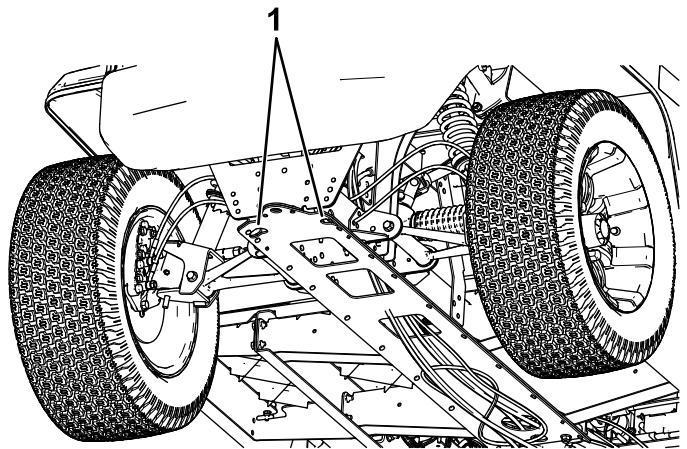
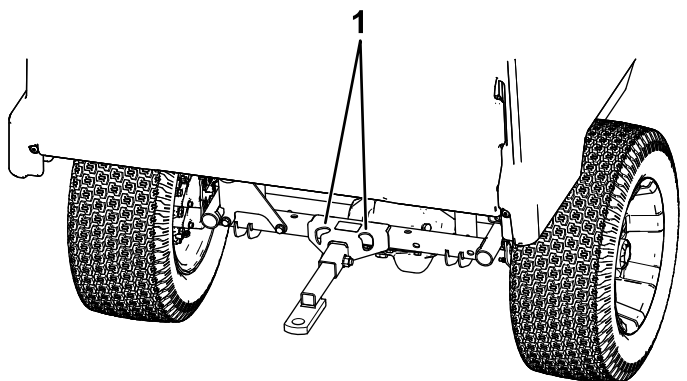

Figure 23
Figure 24
L'emplacement des points d'arrimage sur la machine est indiqué à la Figure 23 et la Figure 24.
2. Accrochez un câble de remorquage à la flèche d'attelage à l'avant du cadre de la machine (Figure 23).